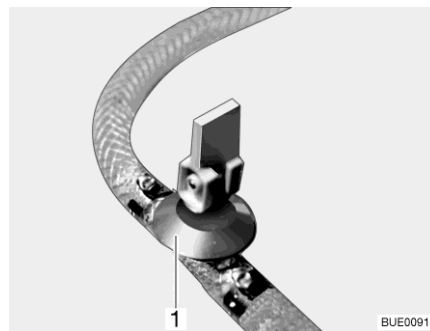

Bild 145 Ablasshahn
- Ablasshahn/Ablasshähne schließen. Dazu den Kipphebel (Bild 145,1) waagrecht stellen.
- Ablasshahn/Ablasshähne (Bild 145) öffnen. Dazu den Kipphebel (Bild 145,1) senkrecht stellen. Der Boiler wird nach außen entleert.